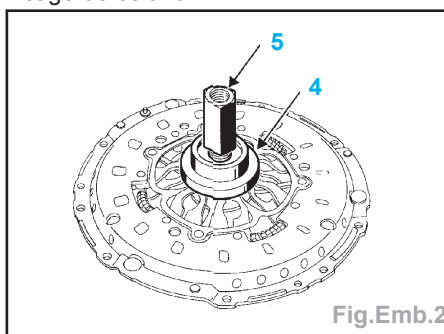
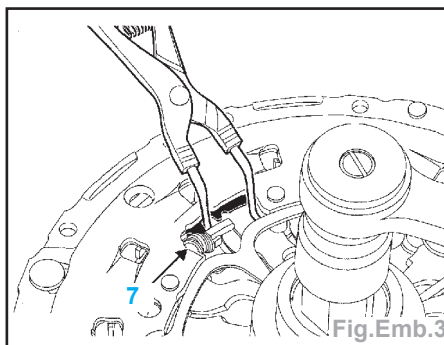

Fig.Emb.2
Fig.Emb.3
- Poser sur le socle le mécanisme, puis la butée à bille (4) et l'écrou (5) (Fig. Emb.2). Visser l'écrou (5) jusqu'au blocage de celui-ci.
- Comprimer les ressorts (7) à l'aide d'une pince à circlips (Fig.Emb.3) ; puis tout en maintenant les ressorts comprimés, libérer le mécanisme en desserrant l'écrou (5) complètement (Fig.Emb.2).